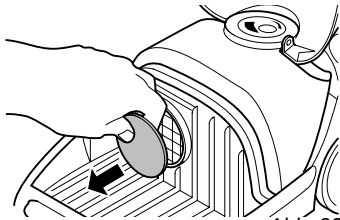

Abb. 22
3. Ziehen Sie den Motorschutzfilter (Abb. 22) ab.